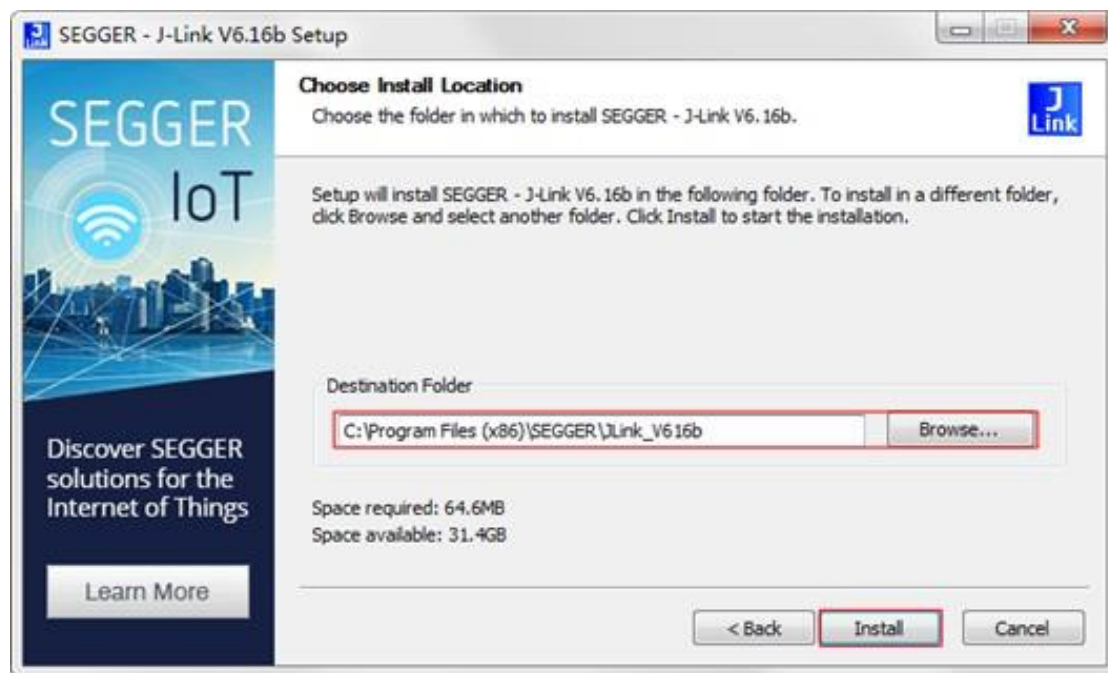

图 2.26 J-Link 软件选择安装目录
(3) 选择安装路径为默认安装路径（如有特殊需要可点击 **【Browse】** 选择其它安装路径），然后点击 **【Install】**，如图 2.26 所示。